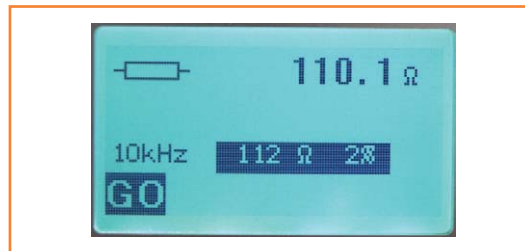

Bild 6.
**Sorting:** Zuerst müssen der Nennwert und die Toleranz des DUT über das Menü *Sorting Parameters* eingegeben werden. Anschließend ist der Modus *Sorting* mit diesem Taster wählbar. Die am DUT gemessenen Werte und das zugehörige Symbol werden schwarz dargestellt, die propagierten Werte weiß (**Bild 6**). Mit dem Taster GO wird der Vergleich gestartet, das Ergebnis wird als OK oder BAD angezeigt.